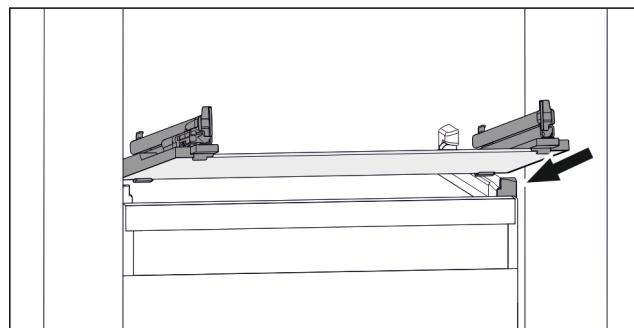

Fig. 53 Příklad znázornění skleněné desky
- Nasadte skleněnou desku šikmo za zarážky. (viz Fig. 53)